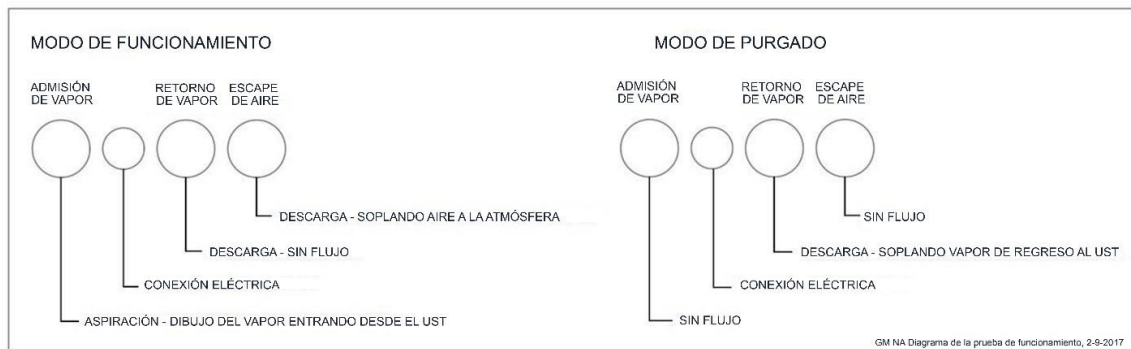

Figura 7-7: diagrama de funcionamiento de la Green Machine
7. Durante el modo de funcionamiento de 60 segundos: **Vea la figura 7-7.**
9. Durante el ciclo de purga de 60 segundos: **Vea la figura 7-7.**